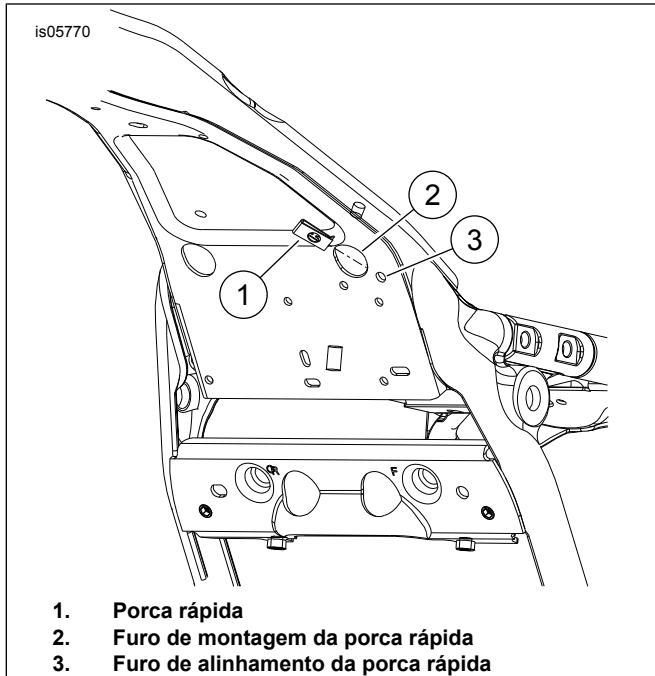

Figura 2. Instale a porca rápida
1. Figura 2 Instale a porca rápida (1) no furo de montagem (2). Alinhe o orifício da porca rápida com o furo de alinhamento (3). Siga as instruções incluídas no kit do defletor de ar da estrutura intermediária para instalar as quatro porcas de crimpar especiais.